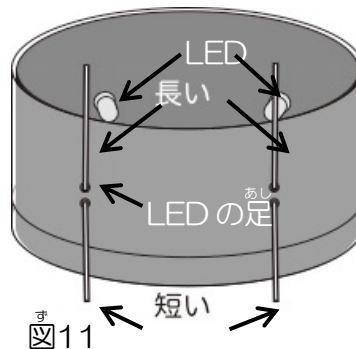

図11
5) クリアケースの内側から8箇所の穴にLEDの足を差し込み、クリアケースの外側で足を広げて抜けないようにします (図11)。この時、LEDの足は長い方 (+) と短い方 (-) があるので、全てのLEDについて差し込み方向は長い足を図のように上側、短い足を下側にします。後から、